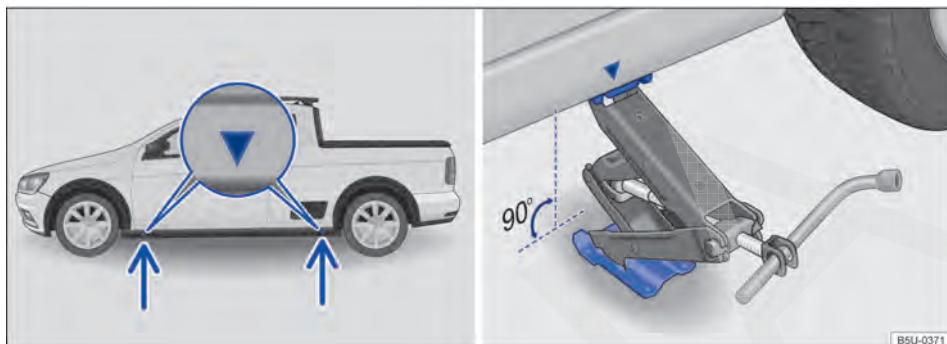

Fig. 203 Pontos de apoio do macaco e macaco posicionado no lado esquerdo traseiro do veículo.
O macaco somente pode ser posicionado nos pontos de apoio indicados (marcação na carroceria) → Fig. 203. É válido o ponto de apoio localizado próximo à roda correspondente → ⚠.
7. Procurar sob o veículo o ponto de apoio do macaco → Fig. 203, mais próximo da roda a ser trocada.
9. Garantir que a base do macaco, com toda sua superfície, esteja sobre o chão e que a base se encontre perpendicularmente abaixo do ponto de colocação → Fig. 203.
10. Alinhar o macaco e, simultaneamente, levantar a garra do macaco até ela se encaixar na travessa debaixo do veículo → Fig. 203.
- Posicionar o macaco somente nos pontos indicados. A garra do macaco deve se encaixar no perfil da longarina de forma segura → Fig. 203.